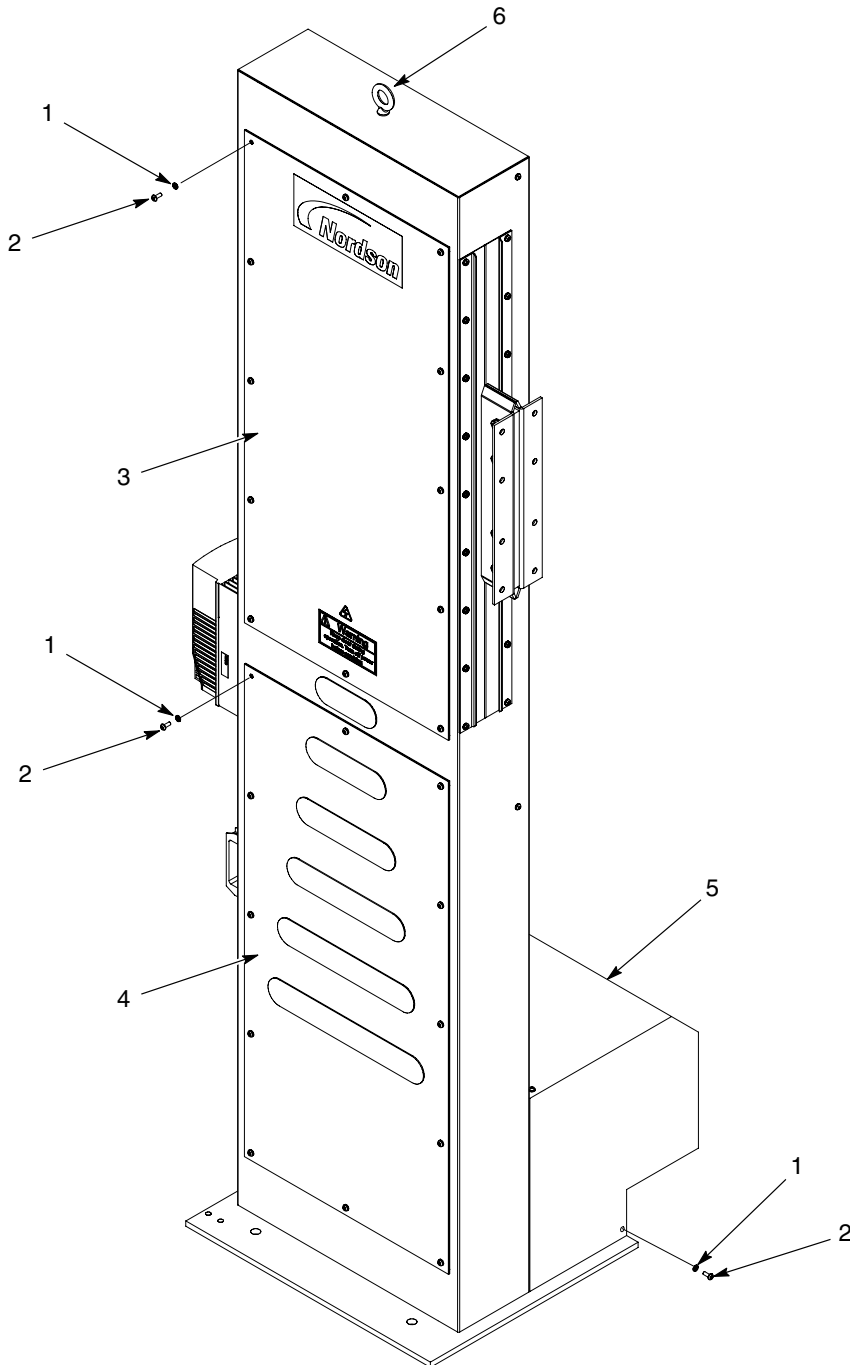

Figura 2 Remoção das tampas
2. Consulte a figura 2. Fixe o equipamento de elevação ao parafuso com olhal (6). Levante cuidadosamente o oscilador na vertical para fora do contentor de transporte.
4. Retire os parafusos (2) e as anilhas de segurança (1) que fixam as tampas (3, 4) e a tampa do moto-redutor (5).